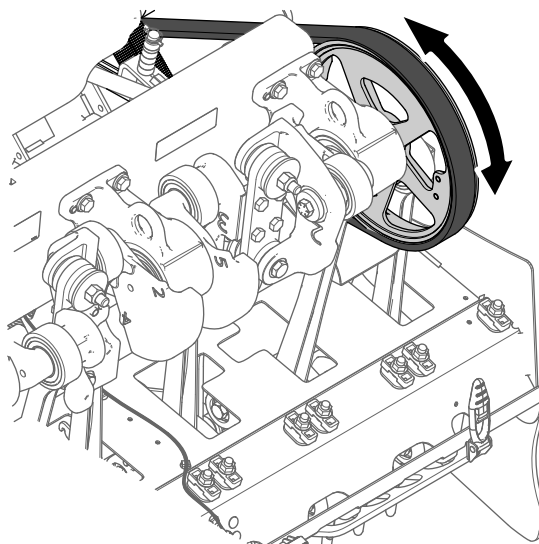
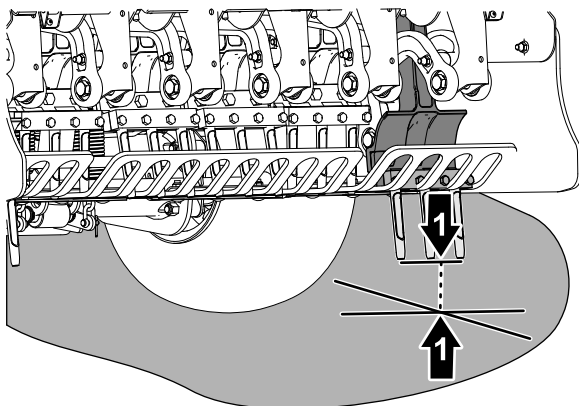

Figura 63
Figura 64
4. Rotii roata de antrenare a capului de carotaj (Figura 63) până când dinii cei mai exteriori sunt aliniați cel mai aproape de sol (Figura 64).